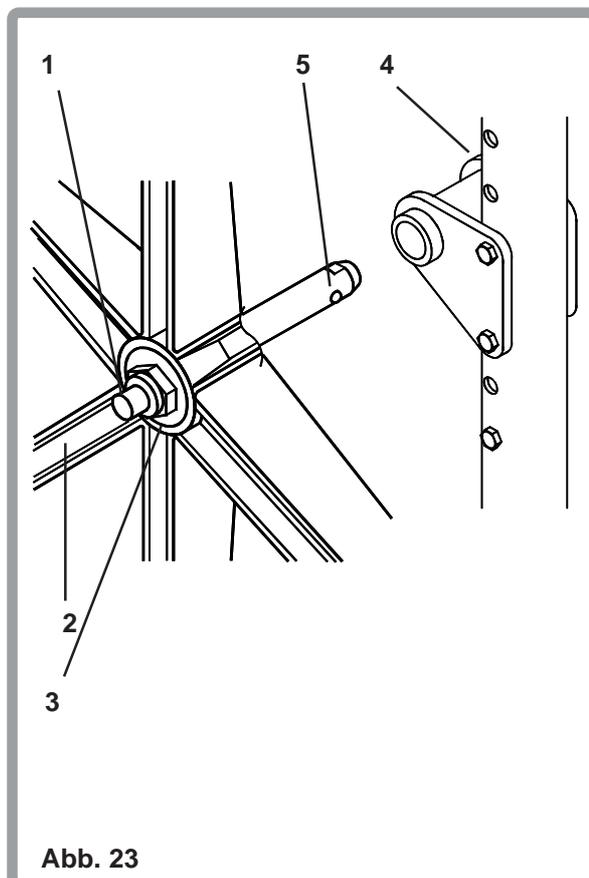

Abb. 23
Zum Entfernen des Hinterrades (Abb. 23) drücken Sie auf den Schnellentriegelungs-Knopf (1) auf der Achse und halten Sie gleichzeitig das Rad an den Speichen (2) oder an der Nabe (3) fest. Nun ziehen Sie das Rad nach aussen weg. Für die Montage des Rades drücken Sie auf den Schnellentriegelungs-Knopf auf der Achse und führen Sie die Achse in den Radadapter (4) bis zum Einrasten.